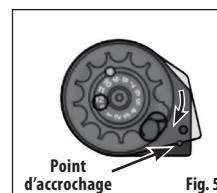

Fig. 5B
3. Soulevez le couvercle transparent au-dessus du point d'accrochage et faites-le pivoter dans le sens des flèches (dans le sens des aiguilles d'une montre) tel qu'il illustré à la Figure 5A. Faites pivoter le couvercle jusqu'à ce qu'il apparaisse comme à la Figure 5B.